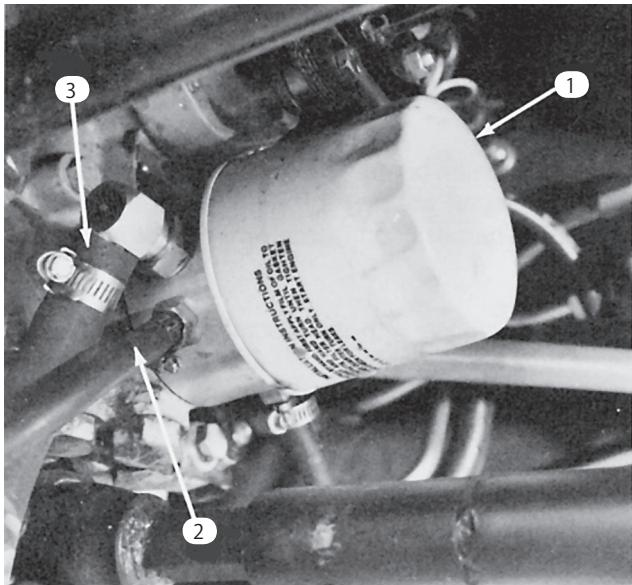

図57
3. 油圧オイルタンク（図57）の注油口周辺をきれいに拭き、キャップを外す（図57）。